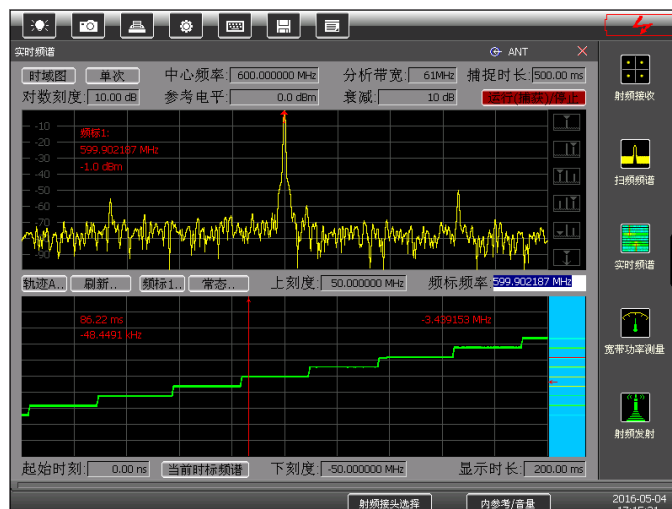

图5.12 实时频谱分析界面
- 5) 根据输入信号在屏幕下方对【中心频率】和【分析带宽】、【上刻度】、【下刻度】、【显示时长】进行设置, 设置完成后即可观测到被测信号的频谱, 如图 5.12 所示。